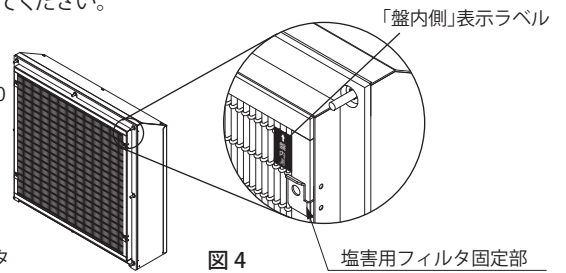

図4
- ・塩害用フィルタは、キャビネット内側から「盤内側」表示ラベルが右上上部に見えるように取り付けてください。十分な塩分捕集効果が得られません。(図4)